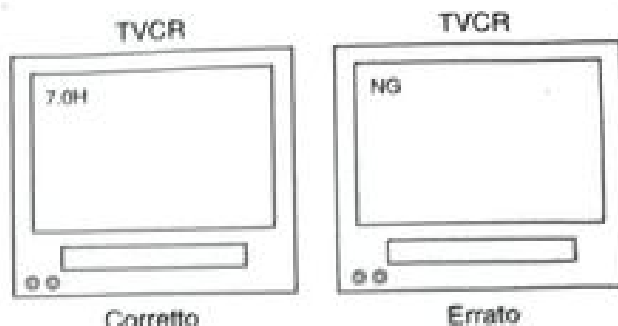

Fig. 7
NOTA: Barra (A) nella Fig. 7 --- 0 IRE